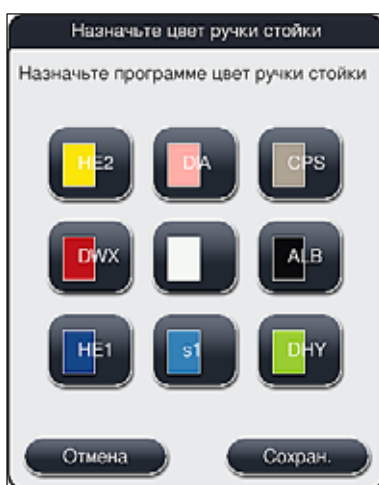

Рис. 42
- При нажатии кнопки **Цвет** (→ "Рис. 41-10") открывается поле выбора (→ "Рис. 42"), позволяющее назначить цвет ручке штатива выбранной программе.
На (→ "Рис. 42") показаны все доступные цвета. Если в поле цвета записано сокращение, этот цвет уже назначен программе.